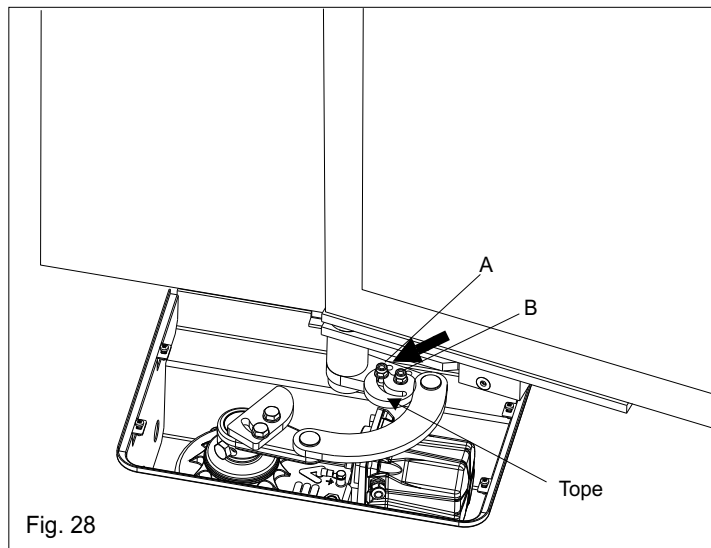

Fig. 28
**6.4.** Aflojar las tuercas A y B, rotar la leva hasta el tope con la controbiella y volver bloquear las tuercas (Fig. 28)